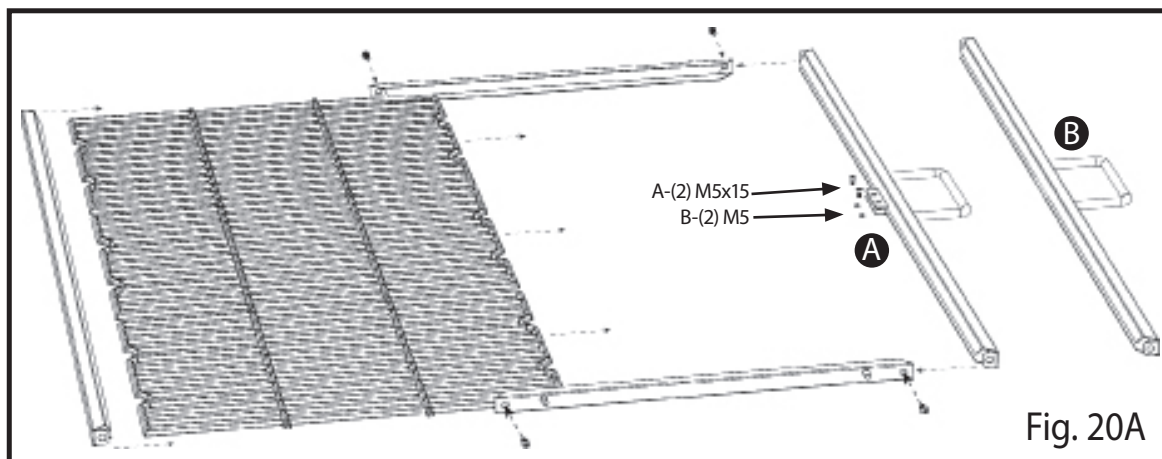

Fig. 20A
Fixez le châssis avant des grilles de cuisson avec poignée à deux (2) châssis latéraux à l'aide de deux (2) vis plates M5x10 (Fig. 20A). Vous pourriez avoir